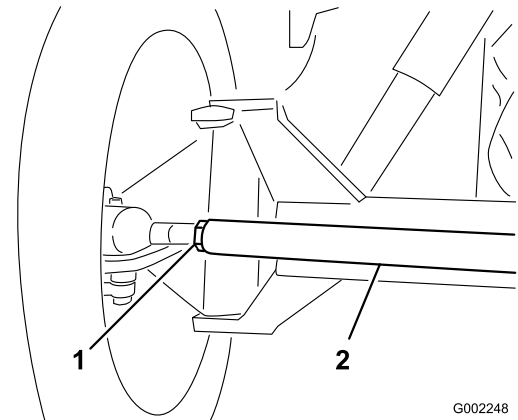

Figure 50
3. Si les mesures sont hors spécifications, desserrez les écrous de blocage aux deux extrémités de la biellette (Figure 50).